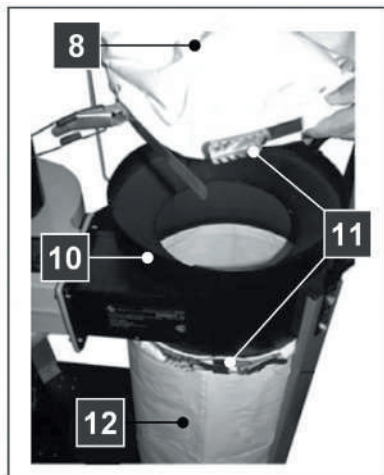

Рис. 12
- Наденьте фильтрующий мешок (8) на корпус фильтра (10), укрепите лямку на вертикальной стойке, затем затяните хомут (11). Наденьте мешок пылесборника (12) на корпус фильтра и затяните второй хомут (11) (рис. 12).